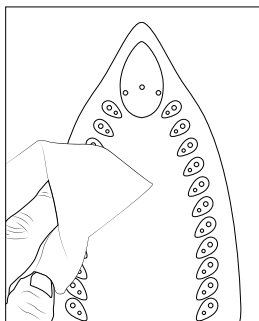

Fig. 1
- Rețineți că trebuie să eliberați blocajul de transport al aparatului înainte de a-l utiliza pentru prima dată (a se vedea și capitolul **Transportul**). În acest scop, împingeți comutatorul de blocare ④ de la fierul de călcat în direcția simbolului de lacăt deschis . Fierul de călcat poate fi acum separat de suprafața de așezare ⑥.
- ◆ Curățați talpa fierului de călcat ⑧ cu o lavetă ușor umeziță (a se vedea fig. 1).